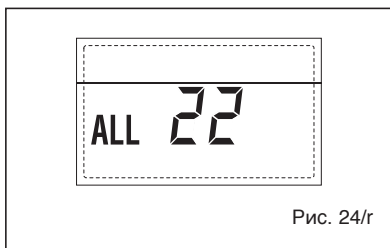

Рис. 24/т
**– НЕПОЛАДКА ПОЛОМКИ ДАТЧИКА ПОДАЧИ ВТОРОЙ СМЕШАННОЙ ЗОНЫ “ТРЕВ 23” (рис. 24/с)**